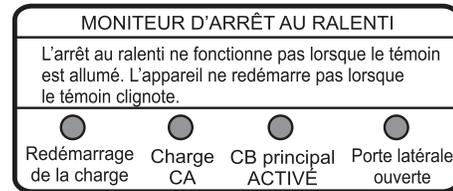

Figure 51. Moniteur d'arrêt au ralenti
2. La fonction d'arrêt au ralenti **ne fonctionnera** pas si l'un des voyants référencés dans la Figure 51 est **ALLUMÉ** ou **CLIGNOTE**.
- Si l'un des voyants d'état référencés dans la Figure 51 sont **ON**, corrigez le problème avant d'utiliser la fonction d'arrêt au ralenti.